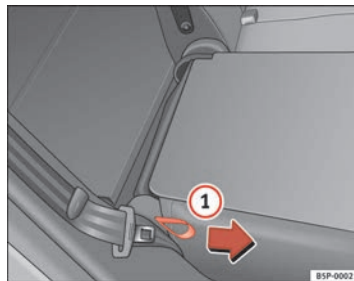

Fig. 98 Abatir o levantar el respaldo de los asientos posteriores
- Tire del lazo situado en el lateral del asiento ⇒ fig. 98 ①.